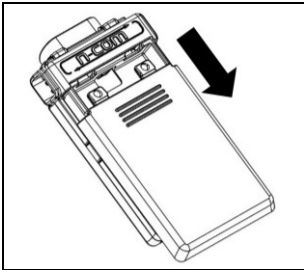

Abb. 1
- Öffnen Sie die E-box (Abb. 1).